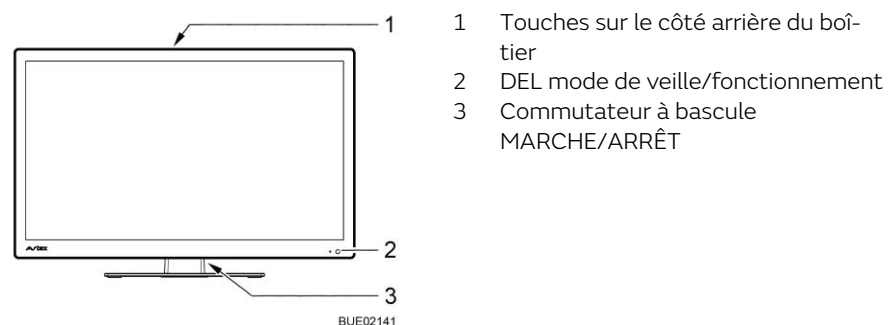
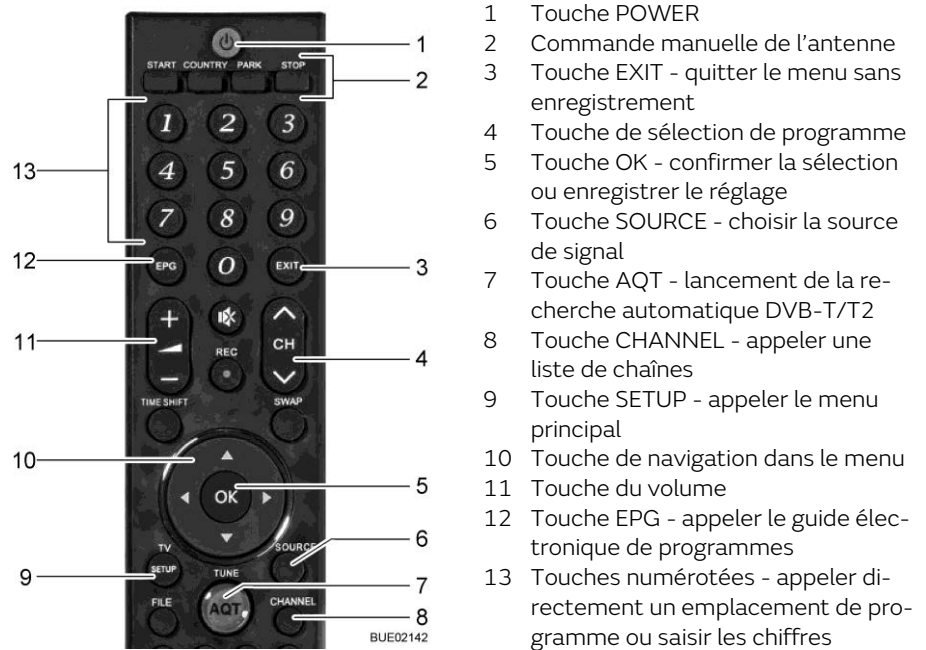

Fig. 47 Commande à l'écran plat
Fig. 48 Télécommande
- Positionner le commutateur à bascule (Fig. 47,3) en face arrière de l'écran plat sur MARCHE. Le système passe dans le mode de veille. La DEL (Fig. 47,2) s'allume en rouge.
- Appuyer sur la touche POWER (Fig. 48,1) de la télécommande. La DEL (Fig. 47,2) s'allume en bleu.
- Appuyer sur les touches de sélection de programme (Fig. 48,4 ou Fig. 48,13) jusqu'à ce que le programme de télévision désiré soit choisi.
- Appuyer sur la touche SOURCE (Fig. 48,6) jusqu'à ce que la source de signal désirée soit choisie.
- Appuyer sur la touche PARK (Fig. 48,2). L'antenne se met en position rangée.
- Appuyer sur la touche SOURCE (Fig. 48,6) jusqu'à ce que la source de signal désirée (telle que DVD) soit choisie.
- Appuyer sur la touche POWER (Fig. 48,1) de la télécommande. Le système passe dans le mode de veille. La DEL (Fig. 47,2) s'allume en rouge.
- Positionner le commutateur à bascule (Fig. 47,3) en face arrière de l'écran plat sur ARRÊT.